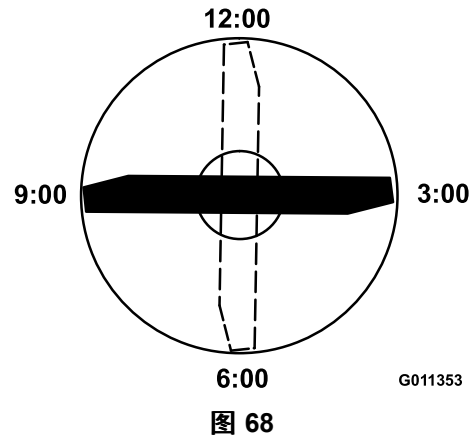

图 68
3. 将刀片带标记一端的刀刃放在 12 点钟位置剪草方向的正前方并测量从桌面到刀片刀刃的高度 图 68。
4. 将刀片的标记端旋转至 3 点钟和 9 点钟位置并测量高度 图 68。